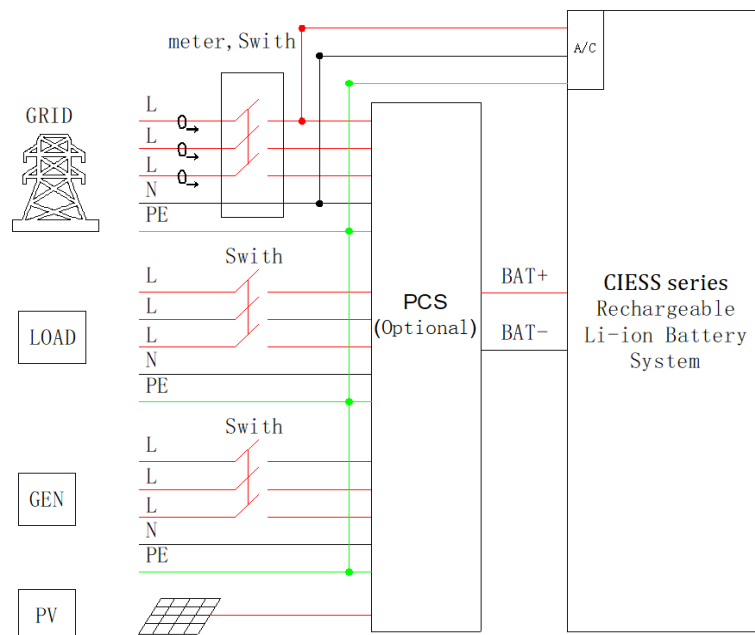

Abbildung 3.3.2 Verdrahtungsschema des Batterieschanks
(1) Der Verdrahtungsplan für den Batterieschrank ist oben dargestellt (Abbildung 3.3.2). Beim Anschließen von Elektrokabeln muss gemäß den örtlichen Vorschriften zuerst das Erdungskabel angeschlossen werden, und beim Entfernen des Systems sollte das Erdungskabel als letztes getrennt werden.
(2) Batterieschränke sind sowohl für die oberirdische als auch für die unterirdische